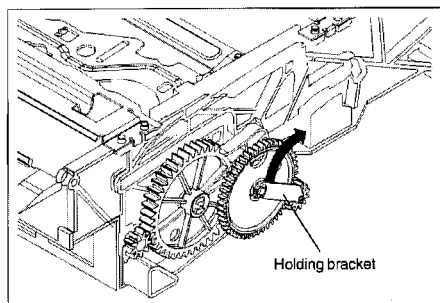

Fig. 1-12
- Sganciare la holding bracket tirandola verso l'alto e all'indietro dall'estremità superiore (fig. 1-12).